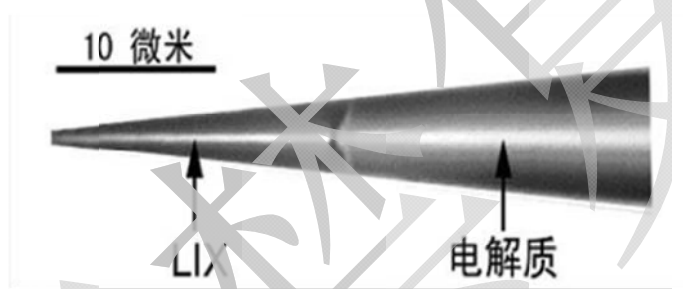

图 2.12 离子选择性微电极尖端示意图
- (9) 由于毛细作用，LIX 进入离子选择性微电极，通过推拉电极压力调节装置的注射器可以调整 LIX 的长度。
- (10) 使 LIX 反复进出 3-4 次，避免完全推出。
- (11) 用注射器将离子选择性微电极中的 LIX 液柱调整到合适长度（图 2.12，附录 1）。